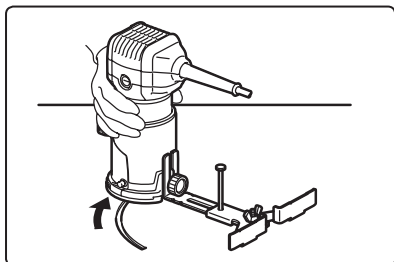
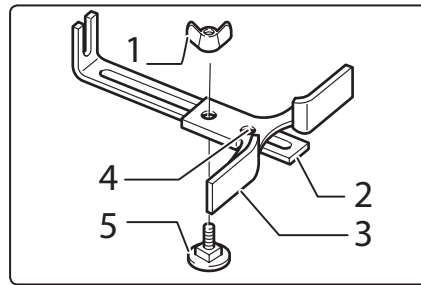
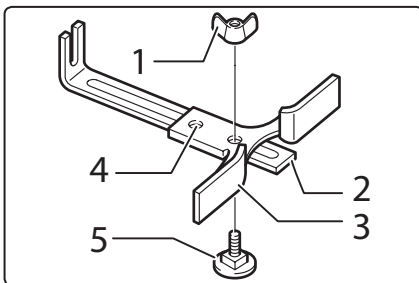

Abb. 10
Abb. 22
Abb. 21
- Zum Fräsen von Kreisnuten oder zum Kreisschneiden (Abb. 10) mit einem Radius von min. 70 mm und max. 221 mm kann eine Seitenführung in der in Abb. 21 oder Abb. 22 gezeigten Anordnung (je nach gewünschtem Radius) auf die Führungsgrundplatte montiert werden und ein Nagel in die mit (4) gekennzeichnete Position als Drehachse einschlagen werden (Abb. 10). Zum Kreisschneiden sind Schaftfräser zu verwenden.
- Zum Fräsen von kreisförmigen Nuten / Nuten unter Einsatz des Seitenanschlags gem. Abb. 10, der gemäß Abb. 21 und Abb. 22 modifiziert ist.